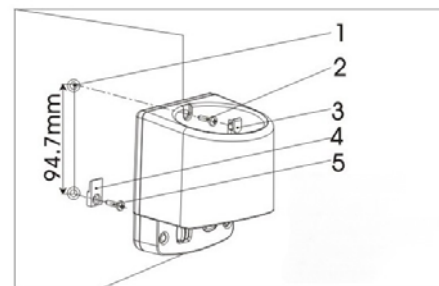
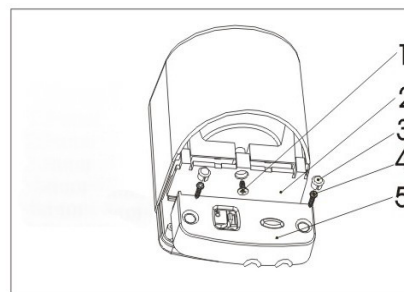
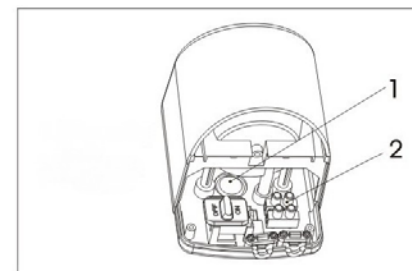

Fig. 2
Fig. 3
Fig. 4
- ❶ Bohrung von 2 Löchern, senkrecht untereinander, mit einem Abstand von 95 mm wie in Fig. 2 angewiesen. 6 mm Bohrer verwenden. Die beigelegten Dübel in die Löcher einsetzen und den in Fig. 2 mit 4 markierten Kunststoffbeschlag fest in das untere Schraubenloch schrauben.
- ❷ Die Rückwand des Halters über den Kunststoffbeschlag führen; dadurch fixiert sie am Beschlag. Die Halterung fest an die Wand schrauben und die bei Fig. 2 mit 3 markierten Abdeckpropfen auf die Schraubenlöcher setzen.
- ❸ Die Einheit ist zum Gebrauch bereit, nachdem der Stecker in die Steckdose eingesteckt und der Schalter in ON Position gestellt ist.
- ❶ Bohrung von 2 Löchern senkrecht untereinander mit einem Abstand von 95 mm, wie in Fig. 2 angewiesen. 6 mm Bohrer verwenden. Die beigelegten Dübel in die Löcher setzen und den in Fig. 2 mit 4 markierten Kunststoffbeschlag fest in das untere Schraubenloch schrauben.
- ❷ Den in Fig. 3 mit 5 markierten Blindeckel entfernen.
- ❸ Das angeschlossene Elektro-Kabel aus dem Verteiler entfernen.
- ❹ Das in Fig. 4 mit 1 markierte Plastikstück herausbrechen, damit Platz für das Installationskabel geschaffen wird. Das Installationskabel von der Wand durch das Loch ziehen, die Rückplatte des Halters über den Kunststoffbeschlag zwecks Fixierung ziehen, und das Installationskabel anschließen (markiert mit 2 in Fig. 4).
- ❺ Den in Fig. 3 mit 5 markierten Deckel wieder aufsetzen und die Einheit mit der beigelegten Schraube fest an die Wand schrauben (markiert mit 1 in Fig. 2).
- ❻ Die Einheit ist zum Gebrauch bereit, nachdem der Strom angeschlossen und der Schalter in ON-Position gestellt ist.